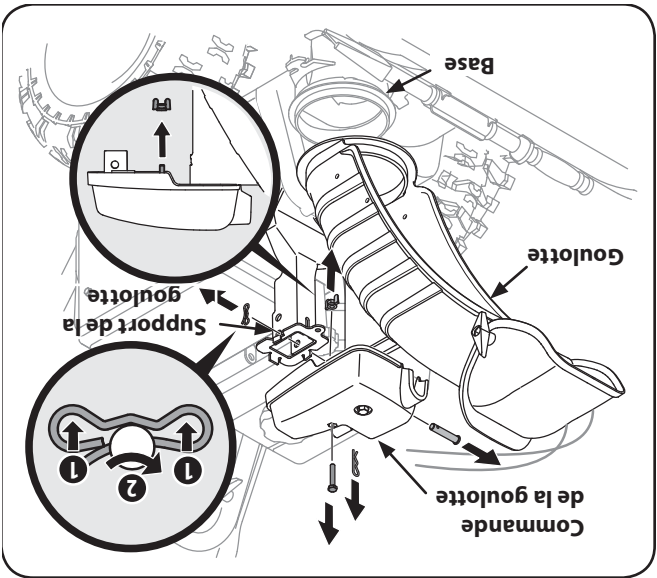

Figure 3-3
2. Positionnez les barres de coupe au boîtier avec les encoches faisant face à l'avant de l'appareil, comme illustré sur la Figure 3-3. Fixez le tout avec les écrous papillon et les boulons de carrosserie. Assurez-vous que les boulons sont placés à l'intérieur du boîtier et qu'ils siègent sur les encoches des barres de coupe. Voir la Figure 3-12.
1. Retirez la goupille fendue, l'écrou à oreilles et la vis hex. qui se trouvent sur la commande de la goulotte. Retirez l'axe de chape et la goupille papillon du support de la goulotte. Voir la Figure 3-3.